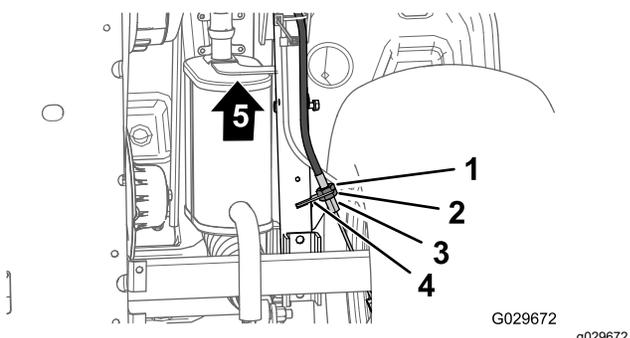

Рисунок 63
3. В нижней части машины ослабьте заднюю зажимную гайку резьбового регулятора троса стояночного тормоза на 4 оборота (Рисунок 63).
4. Затяните переднюю контргайку (Рисунок 63).
- А. Ослабьте затяжку передней зажимной гайки (Рисунок 63) на резьбовом регуляторе троса стояночного тормоза на один оборот.
- В. Затяните заднюю контргайку (Рисунок 63).
- А. Ослабьте затяжку задней зажимной гайки (Рисунок 63) на резьбовом регуляторе троса стояночного тормоза на один оборот.
- В. Затяните переднюю контргайку (Рисунок 63).